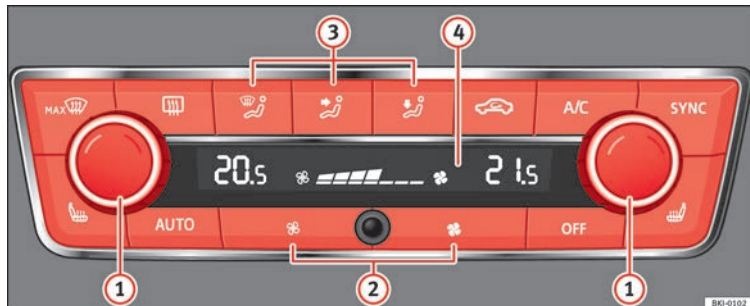

Abb. 172 Climatronic: Bedienelemente
- Stellen Sie die Gebläsestufe auf Null »» Abb. 172 ② oder drücken Sie die Taste OFF.
- Drücken Sie die Taste **AUTO** »» Abb. 172. »»
- Nach dem Einschalten der Zündung können Sie mit dem Drehregler **①** » **Abb. 172** die gewünschte Innentemperatur einstellen.
- Drücken Sie die Taste **MAX**  » **Abb. 172**.